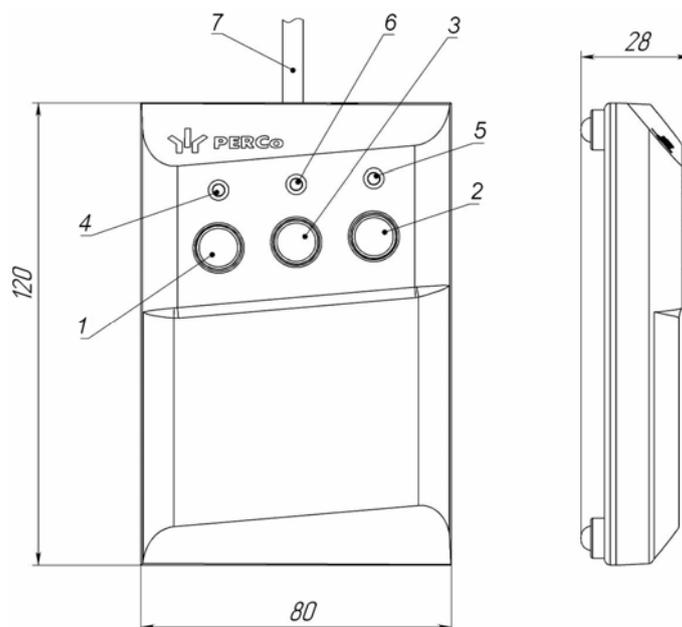

Рисунок 4. Общий вид и габаритные размеры ПДУ
ПДУ (9) выполнен в виде небольшого настольного прибора в корпусе из ударопрочного АБС-пластика и предназначен для задания и индикации режимов работы при ручном управлении ЭП. Внешний вид и габаритные размеры ПДУ показаны на рис. 4.